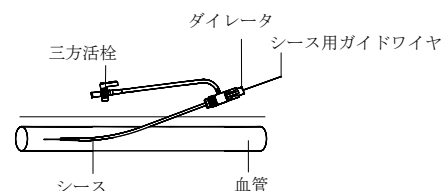

図2
9. 一体化させたシース・ダイレクタを、外部に出ているシース用ガイドワイヤに通して、できるだけ皮膚と平行になるようにして血管内に挿入する。(図2参照)